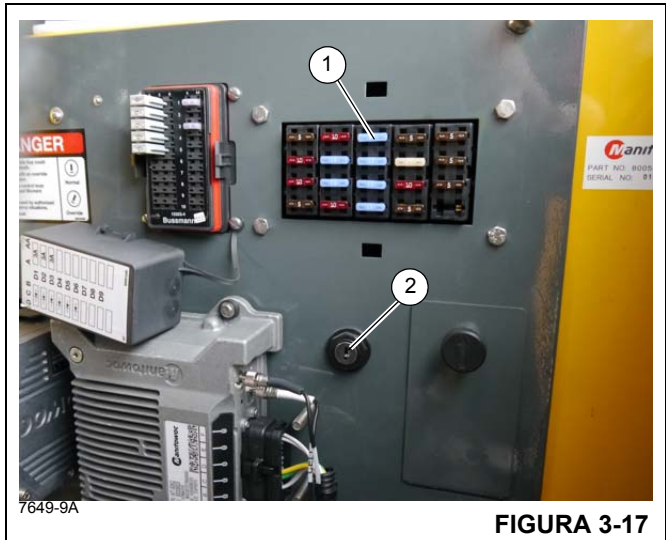

FIGURA 3-17
El tablero de fusibles (1) (Figura 3-17) se encuentra detrás del asiento de la cabina en el conjunto de tablero de relés y fusibles de la cabina. Contiene 20 fusibles que protegen los diversos componentes eléctricos de la grúa.
El interruptor de anulación de emergencia del RCL (2) (Figura 3-17) es un interruptor accionado con llave que se encuentra dentro de la cabina del operador, en el conjunto del tablero, detrás del asiento del operador. Cuando se acciona (en sentido horario), el interruptor anula el RCL y evita que bloquee las funciones de la grúa (límite de tres vueltas y prevención del contacto entre bloques), lo que ocasionaría una condición de sobrecarga. Gire la llave en sentido contrahorario para anular el interruptor de prevención del contacto entre bloques, la extensión/retracción telescópica, el indicador de tres vueltas (limitador de bajada del malacate) y la elevación/bajada de la pluma.